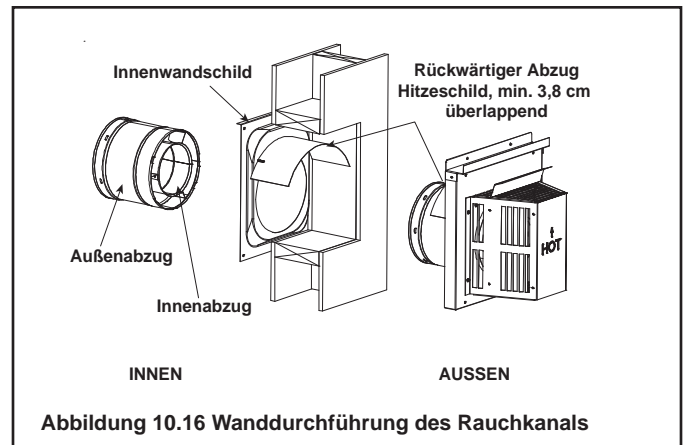

Abbildung 10.16 Wändurchführung des Rauchkanals
- Ein Segment des Hitzeschildes wird am Wandschild befestigt. Das andere wird auf dieselbe Weise am Mündungselement befestigt (siehe Abbildung 10.16).
- Die kleine Stütze im Schild ruht auf dem Abzug, um den richtigen Abstand zum Rohrsegment zu sorgen (siehe Abbildung 10.16).